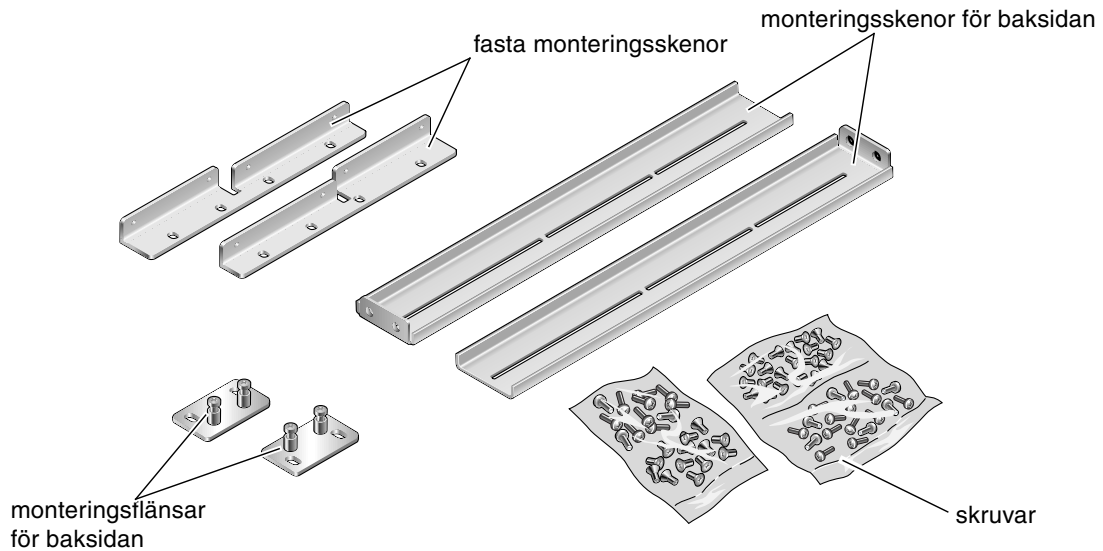

BILD 3-1 Innehåll i paketet för 19-tums 4-bensrack
1. Ta fram de fasta monteringskenorna från rackpaketet (BILD 3-1).
4. Ta fram de två bakre monteringskenorna från rackpaketet (BILD 3-1).
8. Ta fram de två bakre monteringsflänsarna från rackpaketet (BILD 3-1).